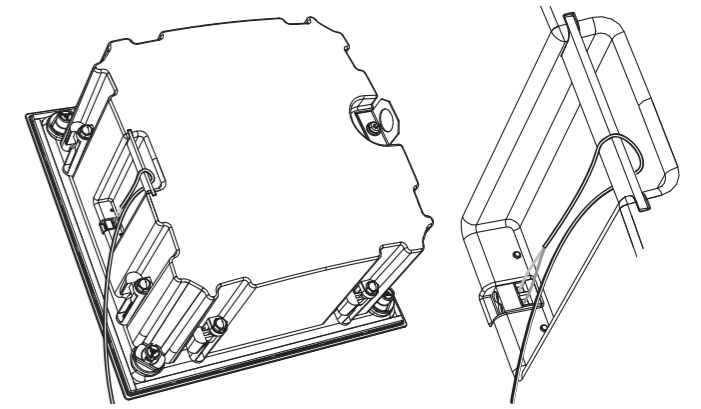

Fig. 15. Wiring the back can
3. スピーカーケーブルは、背面缶のネジ留め式端子の近くのバーに巻き付けることができます (図 15)。